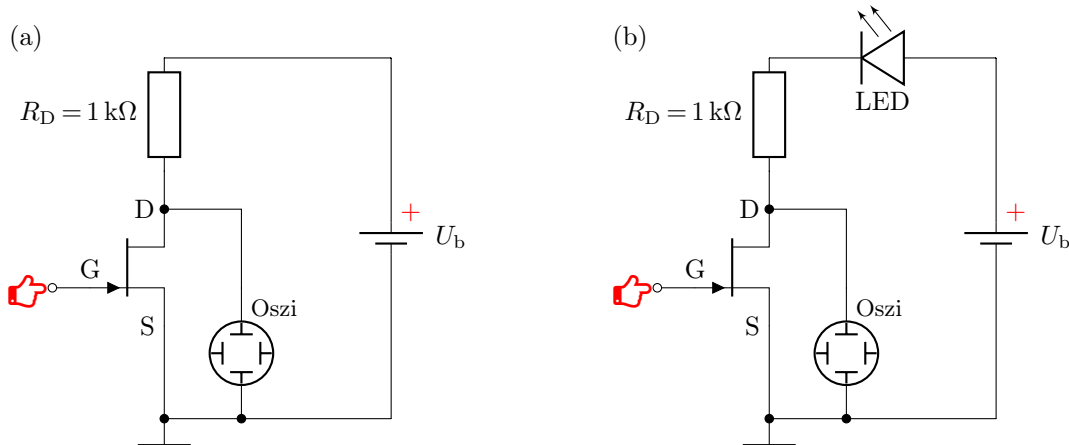

Abbildung 5: Schaltungen zur Demonstration des hochohmigen Gate-Eingangs. Benutzen Sie $U_b = 10\text{ V}$ als Betriebsspannung. Berühren Sie das offene Gate.
3. *Hochohmiger Eingang:* Benutzen Sie die JFET-Schaltung mit offenem Gate-Anschluss, Abb. 5(a). Stellen Sie die Ausgangsspannung auf dem Oszilloskop dar. Berühren Sie nun den Gate-Anschluss. Stehen Sie dazu auf, bewegen Sie die Schuhsohle auf dem Boden und berühren Sie verschiedene Potentiale z.B. Messgerätegehäuse und Kabel der Stromversorgung. Beschreiben Sie Ihre Beobachtungen mithilfe geeigneter Oszi-Aufnahmen. Wodurch können Sie den Zustand umschalten?
Schalten Sie nun zusätzlich zum Drain-Widerstand R_D eine Leuchtdiode in Reihe, siehe Abb. 5(b). Berühren Sie erneut den Gate-Anschluss und beobachten Sie die Leuchtdiode. Schließen Sie ein kurzes isoliertes Kabel an das Gate an. Bringen Sie die Leuchtdiode danach wieder in den ausgeschalteten Zustand. Berühren Sie nun die Kabelisolation und warten Sie einige Sekunden. Diskutieren Sie Ihre Beobachtungen.